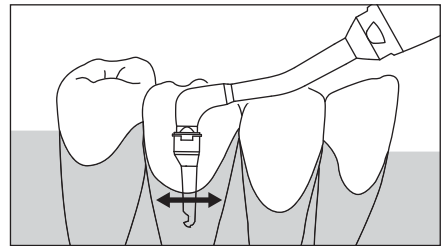

Fig. 6
- 3) Introduzca la punta de la boquilla en una bolsa periodontal de 3 mm o más. (Fig. 6)